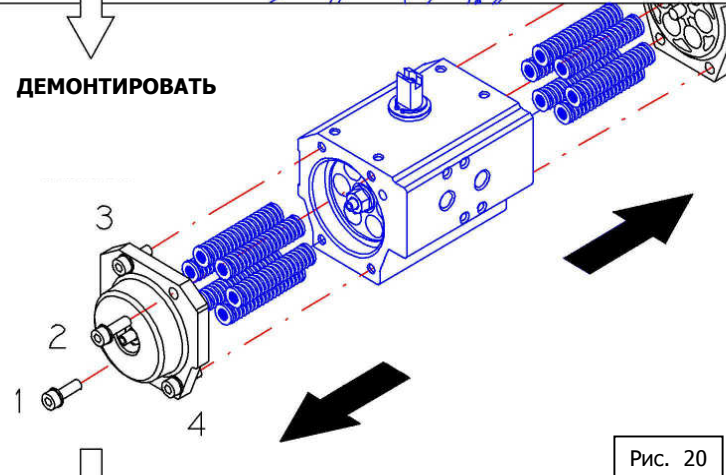

Рис. 20
**1** - Снять концевые заглушки, открутив винты, согласно их количеству, и извлечь пружины, если таковые имеются, из отверстий поршня, см. Рис. 20.